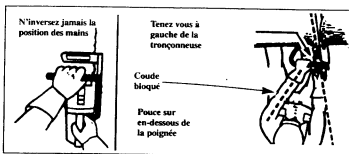

Figure 7
1. Gardez une prise ferme et solide sur la tronçonneuse avec les deux mains lorsque le moteur est en route. Ne lâchez jamais. Figure 7. Une ferme peut neutraliser un retour et vous aide à garder le contrôle de la tronçonneuse. Votre main gauche doit être sur la poignée avant, vos doigts fermés vers le haut et votre pouce en-dessous. Votre main droite doit être sur la poignée arrière. Maintenez cette position que vous soyez droitier ou gaucher. Maintenez votre bras gauche tendu avec le coude bloqué.
2. Placez votre main gauche sur la poignée avant afin qu'elle soit alignée avec votre main droite sur la poignée arrière pour le débitage. Figure 7. N'inversez jamais la position des mains, quelle que soit la coupe.
4. Restez légèrement sur le côté gauche de la tronçonneuse pour que votre corps ne soit pas dans la ligne de la chaîne. Figure 7.